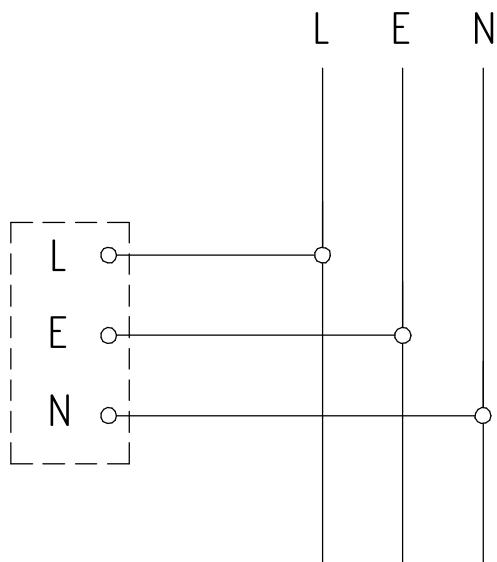

Рисунок 3 - Схема подключения к сети светильника ДБО28.
- 5.4 Достаньте светильник, подключите провода переменного тока к клеммной колодке согласно схемы (рисунок 3).